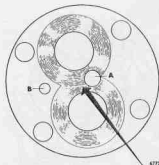

Fig 171. Slitbricka.
12. Råessa sliträckarna 14 om repor finns inom kugghjulens slitytor eller om det diam $1/2''$, $1/16''$ djupa mottryckshålet är skadat eller om dess tjocklek understiger 6,22 mm, se Fig 171.